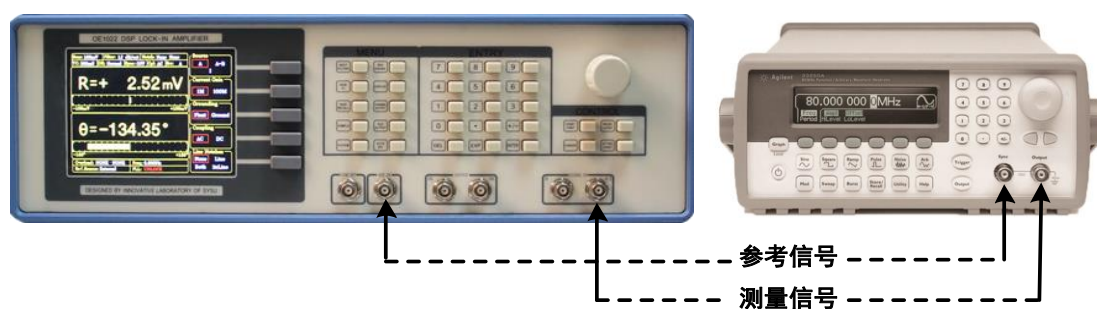

图88. 信号线连接图
2. 用一条带 BNC 接头的信号线连接函数信号发生器的输出接口和 OE1022 前面板 SIGNAL IN 的 A/I 接口，用另一条带 BNC 接头的信号线连接函数信号发生器的参考信号接口和 OE1022 前面板的 REF IN 接口，如图 88 所示：